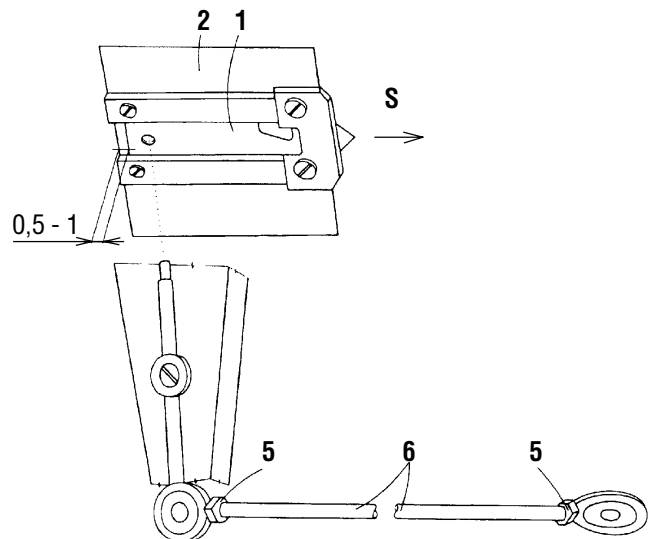

Abb. 24
26. Einstellung der Ausgangslage des beweglichen Schneidmessers (Abb. 24, 25)
31. Demontage und Montage des beweglichen Schneidmessers (Abb. 24)